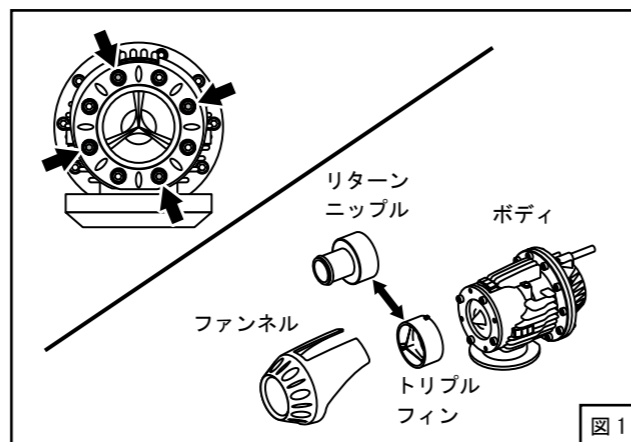

図1
(1) ブローオフアセンブリのトリプルフィンのリターンニップルに交換してください。(図1)
1. 図1の矢印で示す4本のボルトを外し、ファンネルを取外してください。